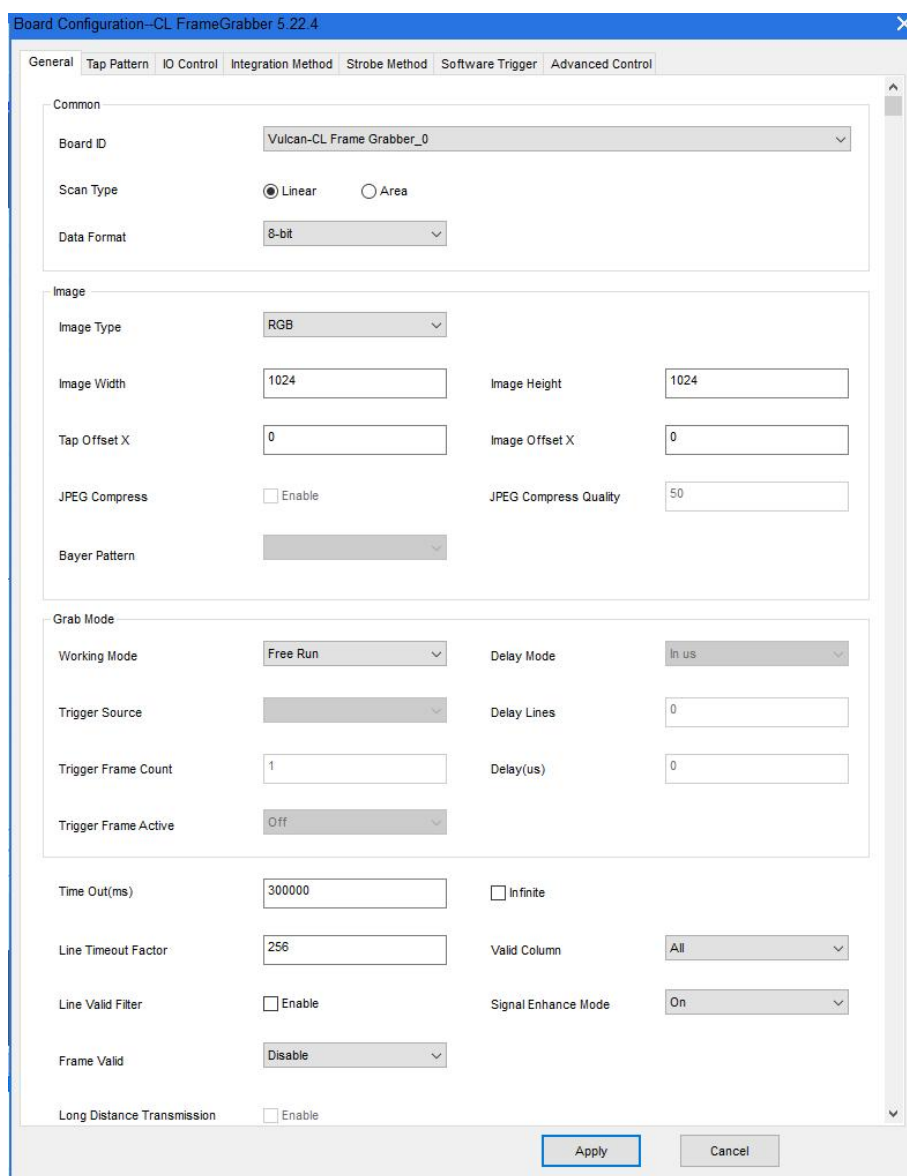

图 29 “General” 界面
(1) 打开“配置 (Configuration)”菜单中“采集卡配置 (Board Configuration)”选项 (或相应的工具栏选项)，出现采集卡配置对话框。
(2) 在采集卡配置对话框的“General”界面，按图 29 进行参数设置。